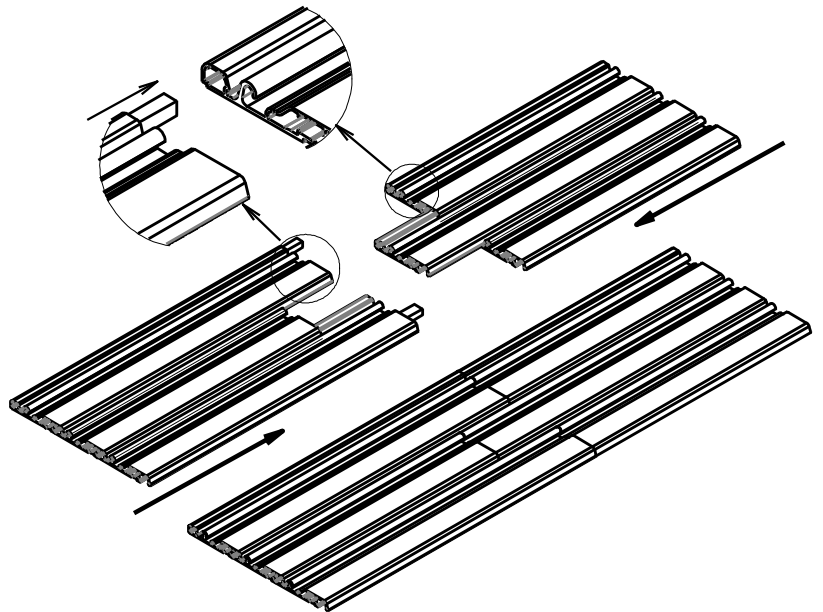

Bild 102
1.3. Die Teile der Schienen zusammensetzen (Bild 102).